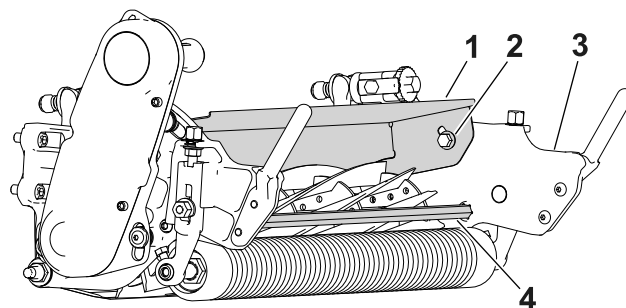

Figura 17
1. Allentate le viti che fissano il deflettore (Figura 17) all'apparato di taglio.